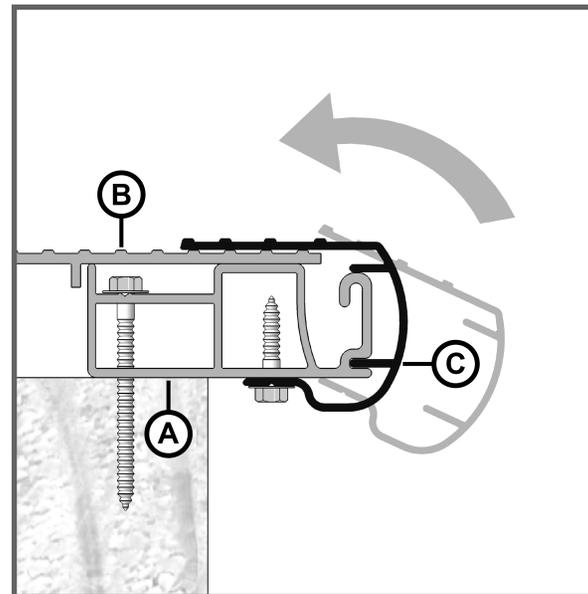

FIGURE 9
- Installer les moulures de nez "C" en débutant par la portion inférieure et finaliser l'insertion à l'aide d'un maillet de caoutchouc. (figure9)
- Fixer par dessous les moulures de nez "C" à l'aide de vis à tête hexagonale #8 - 1/2" en pointant la ligne de vissage prévue à cet effet. (figure9)